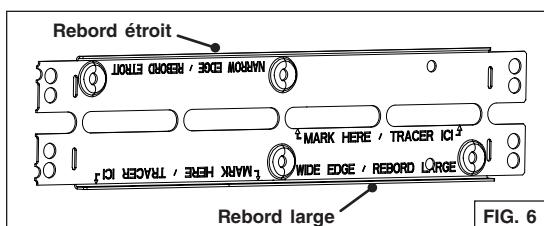

FIG. 6
**NOTE:** Les deux supports d'armoire sont munis d'un rebord large et d'un rebord étroit (FIG. 6), pour couvrir toutes les configurations d'installation, selon les largeurs d'armoire.